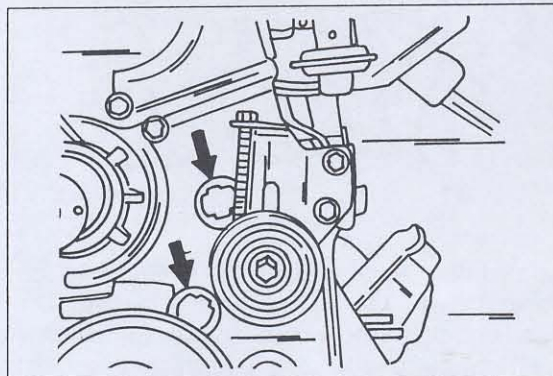
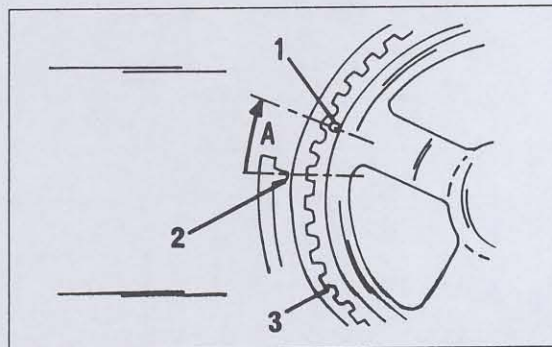

Bild 140
Bild 142
- Die beiden Verschlussdeckel an der in Bild 140 gezeigten Stelle aus dem unteren Schutzdeckel herausdrücken (Schraubenzieher benutzen).
Die Einstellung erfolgt in ähnlicher Weise, wie es beim 1,6 Liter-Motor beschrieben wurde, auch die Verschlussstopfen befinden sich an der in Bild 140 gezeigten Lage, jedoch muss man sich an die in Bild 142 gezeigten Steuermarken halten, wenn das Nockenwellenrad um die zwei Zähne zurückgestellt wird.